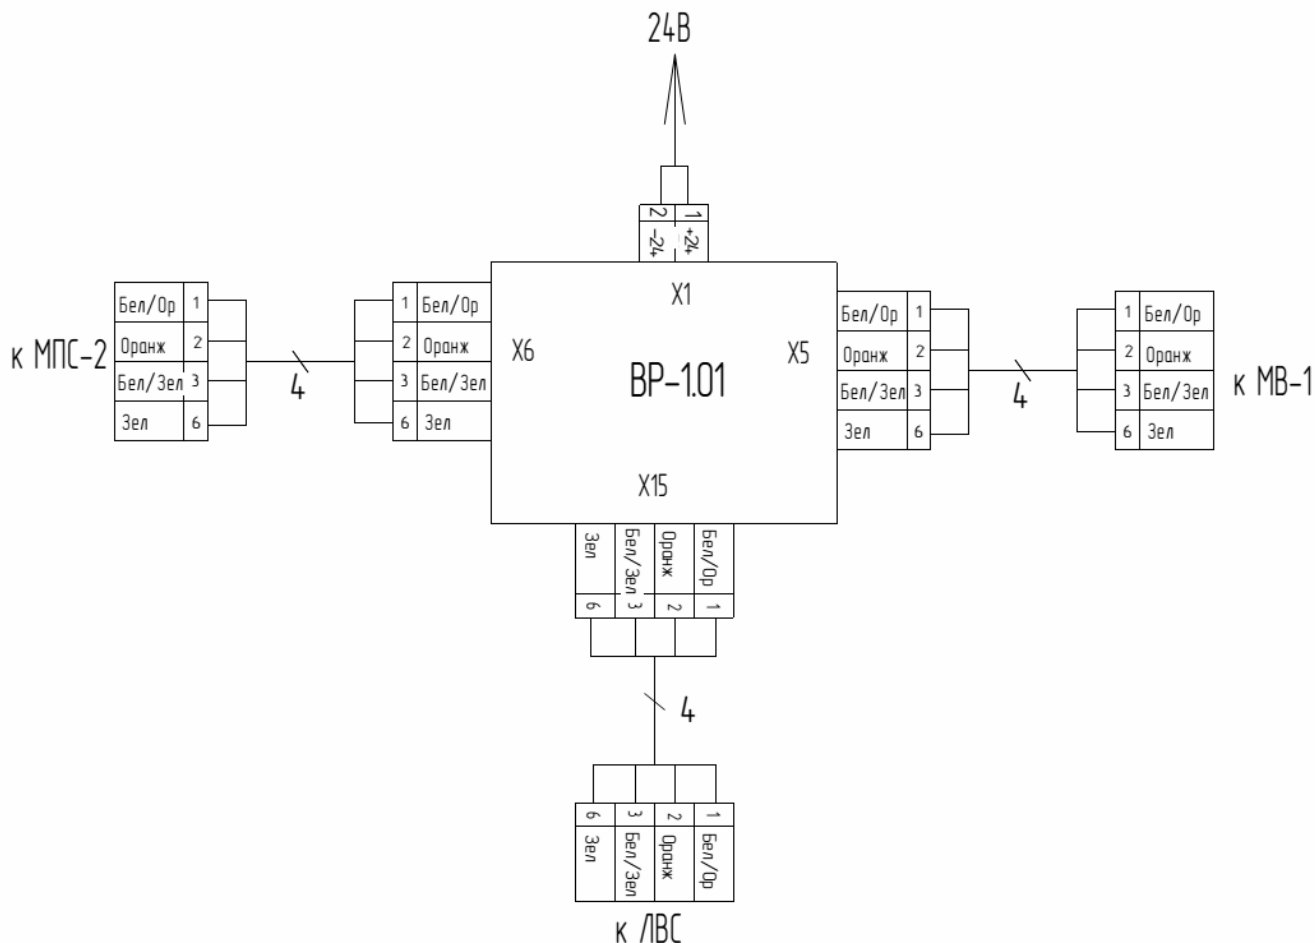

Рис.2 Схема соединений VP-1
4.3.1 Для присоединения VP-1.01 к модулю видеотрансляции, MPC-2 и ЛВС, необходимо использовать 4-х жильный кабель (см. рис.2), предназначенный для промышленных сетей Ethernet. Длина кабеля не должна превышать 50м. Для присоединения кабеля к VP-1.01 на одном из его концов должен быть установлен соединитель типа - вилка Harting арт. 09451511120 (из комплекта поставки VP-1.01). На другом конце кабеля должен быть установлен соединитель типа - вилка Harting арт. 09451511120 (из комплекта поставки устройств). Установка соединителей на кабель осуществляется в соответствии с цветовой маркировкой жил, согласно схеме рис.2.
8мм. Монтаж проводов в разъем производить в соответствии с маркировкой контактов (см. рис.2).